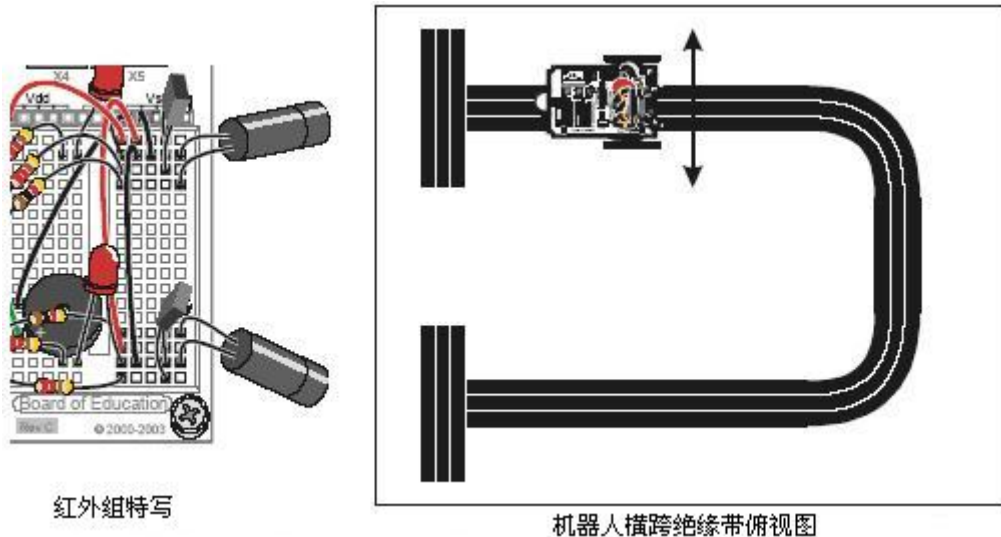

图 6-12 IR 检测器朝向放大图
- 现在，将机器人放在绝缘带路径上，它的轮子正好跨在黑色线上。IR探测器应该稍稍向外，如图6-12。验证两个距离读数是否又是0或者1。如果读数较高，意味着IR探测器需要再稍微朝远离绝缘带边缘的方向向外调整一下